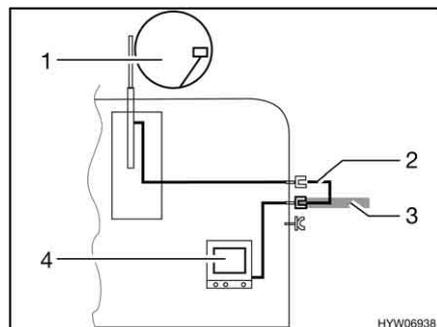

Bild 114 TV im Fahrzeug
- TV im Fahrzeug (Bild 114,4): Anschluss an Dachantenne (Bild 114,1) mit Verbindungskabel (Bild 114,2)
- TV im Fahrzeug (Bild 114,4): Anschluss an externe Antenne (Bild 114,3)